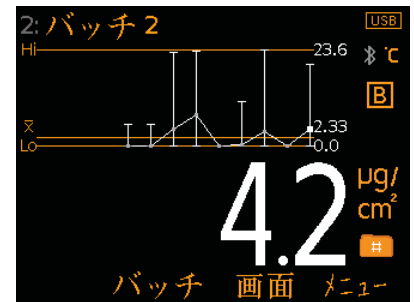

図4: ランチャートと読み取り値 x1
- 数ランチャート（図4）：最後の20個の読み取り値を示す折れ線グラフを表示します。1回読み取るたびに自動的に更新されます。